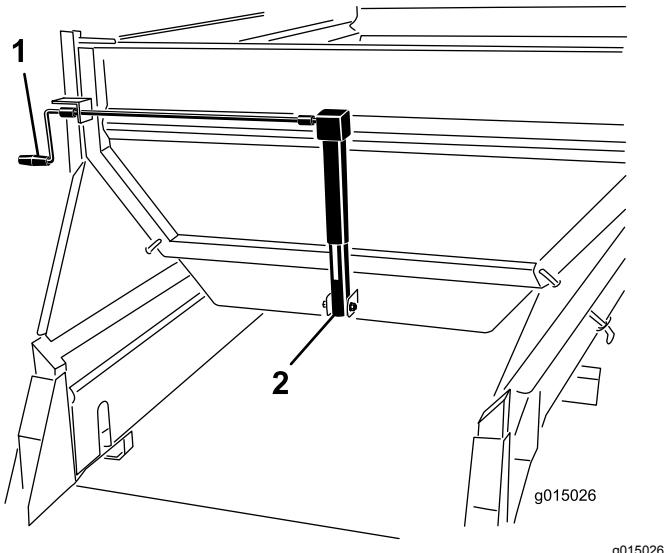

Figura 45
Ruotate la manovella per regolare la sponda (Figura 45) in modo che la freccia sia allineata al centro del colore desiderato (giallo per questo esempio).
- Ruotate la manovella per regolare la sponda (Figura 45) in modo che la freccia sia allineata al centro del colore desiderato (giallo per questo esempio).